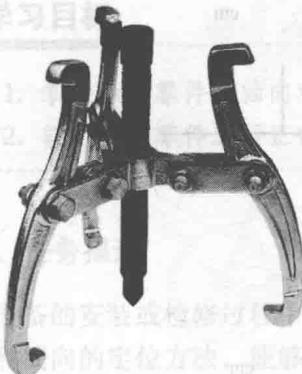

图 1-18 顶拔器
(3) 顶拔器 如图 1-18 所示，它用于轴端零部件的拆卸，如各种带轮、齿轮、轴承等圆形工件。工作时作直线静拉件，既方便又省力，性能稳定。